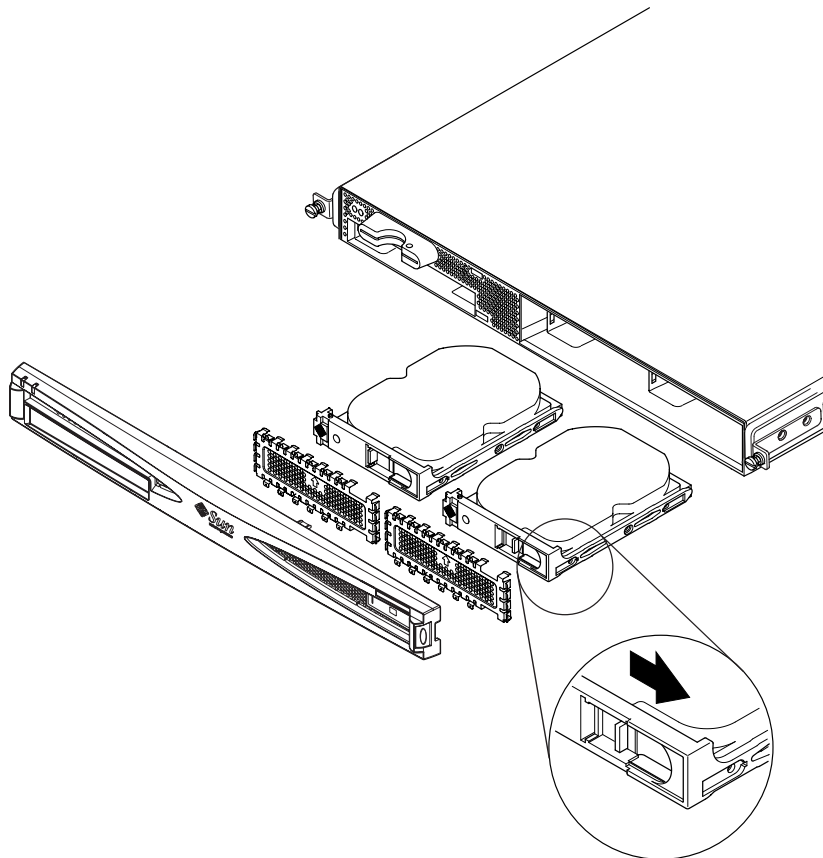

ABBILDUNG 4-1 Installieren und Entfernen von Festplattenlaufwerken
- Zum *Installieren* eines Festplattenlaufwerks schieben Sie das Laufwerk in das entsprechende Fach an der Vorderseite des Servers (siehe ABBILDUNG 4-1). Drücken Sie es nach hinten in die Einbauposition, bis sich der Metallhebel schließt. Dies zeigt an, dass Kontakt mit dem Stecker an der Rückwand besteht. Drücken Sie nun den Metallhebel, bis das Laufwerk einrastet.
- Wenn Sie ein Festplattenlaufwerk *entfernen* möchten, schieben Sie den Riegel, der sich an der Laufwerkvorderseite befindet, nach rechts (siehe ABBILDUNG 4-1). Hierdurch wird der Metallhebel gelöst. Halten Sie den Riegel in dieser Position, und ziehen Sie das Laufwerk halb aus dem Schacht heraus. Warten Sie nun eine Minute, um sicherzugehen, dass das Laufwerk nicht mehr rotiert. (Wenn ein Laufwerk vollständig aus dem Schacht herausgezogen wird, während es noch rotiert, können seine Lager durch gyroskopische Kräfte beschädigt werden.) Ziehen Sie das Laufwerk aus dem Gehäuse heraus, sobald es nicht mehr rotiert.